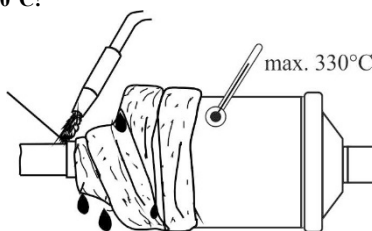

Fig.1
**1. Connessione a brasatura: (Fig.1)**